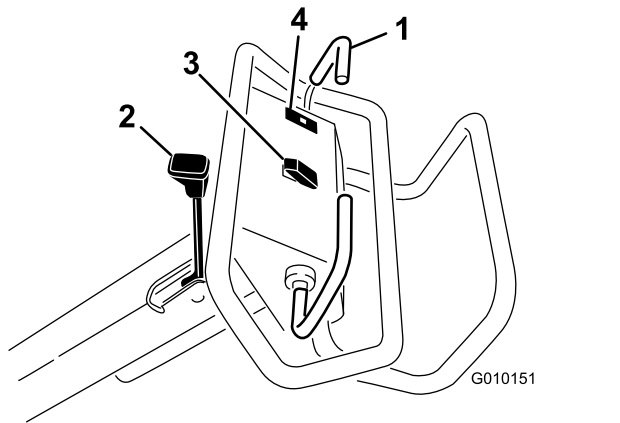

Рисунок 13
- Для включения стояночного тормоза потяните его рычаг в сторону рукоятки оператора (Рисунок 13).
Сигнальная лампа давления масла (Рисунок 13) загорается, если давление масла в двигателе падает ниже безопасного уровня. При падении давления масла выключите двигатель и определите причину. Устраните повреждение, прежде чем снова запускать двигатель.
Подъем — для подъема и отключения вала аэратора нажмите на верхнюю часть переключателя (Рисунок 13). Двигатель должен работать для создания давления подъема. Если вал аэратора находится ниже транспортной высоты, см. раздел Сброс параметров цепи системы управления \(страница 28\).
Опускание/включение — для опускания и включения вала аэратора нажмите на нижнюю часть переключателя (Рисунок 13). Для активации переключателя штанга управления тягой должна находиться в переднем положении.
Для движения вперед передвиньте штангу управления тягой вперед. Для движения назад передвиньте штангу управления тягой назад (Рисунок 13).